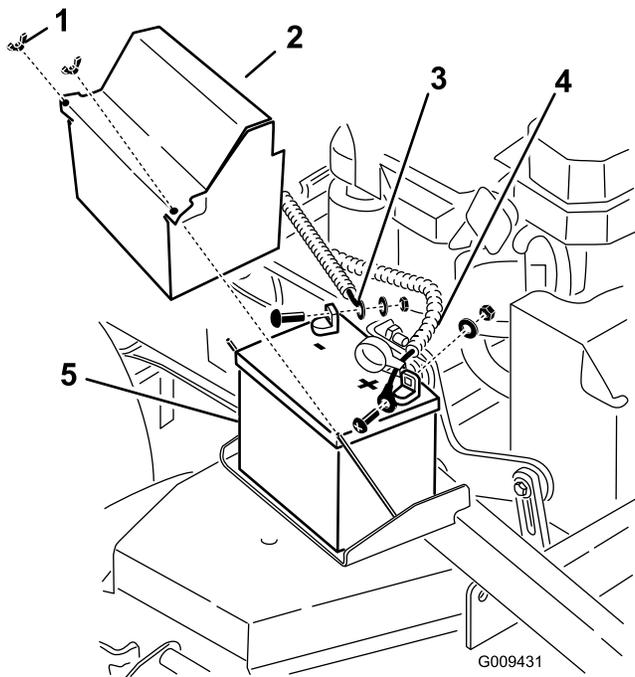

Figure 49
3. Enlevez le capuchon en caoutchouc noir qui protège le câble négatif. Débranchez le câble négatif de la batterie de la borne négative (-) de la batterie (Figure 49).
4. Ôtez le capuchon rouge de la borne positive (rouge) de la batterie. Débranchez ensuite le câble positif (rouge) de la batterie (Figure 49).
5. Déposez la plaque de maintien de la batterie (Figure 49) et enlevez la batterie.
1. Placez la batterie sur la machine (Figure 49).
- Commencez par relier le câble positif (rouge) à la borne positive (+) de la batterie avec un écrou, une rondelle et un boulon (Figure 49). Glissez le capuchon de caoutchouc sur la borne de la batterie.
- Reliez ensuite le câble négatif et le câble de masse à la borne négative (-) de la batterie avec un écrou, une rondelle et un boulon (Figure 49). Glissez le capuchon de caoutchouc sur la borne de la batterie.